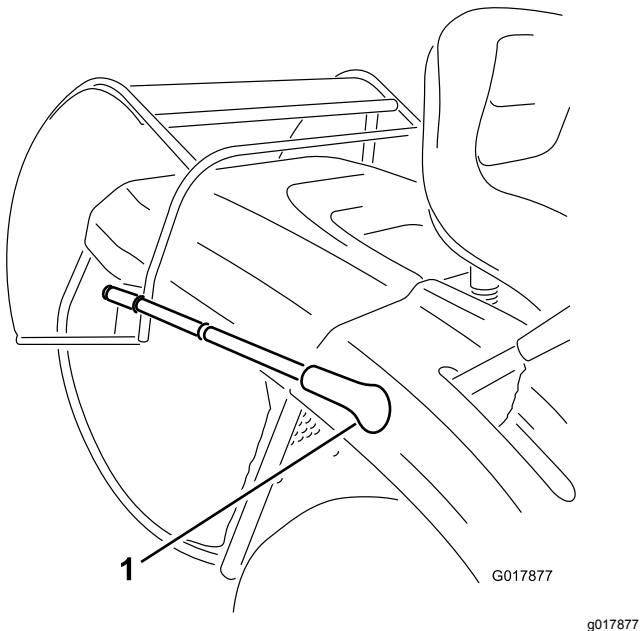
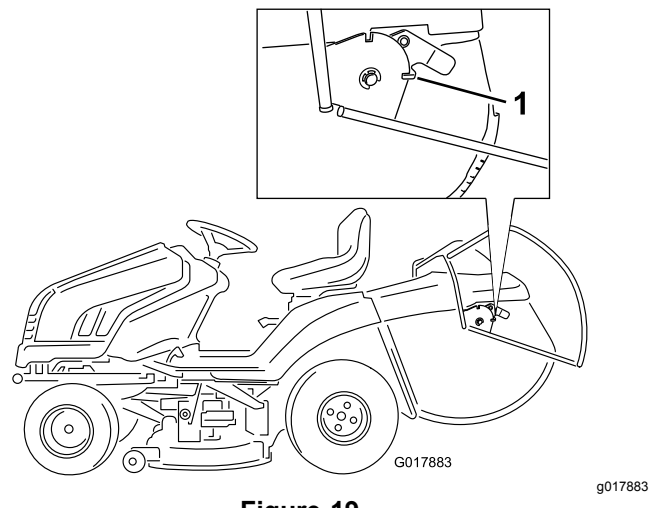

Figure 18
Figure 19
3. Tirez le levier de vidage du bac à herbe vers l'avant pour basculer le bac à herbe (Figure 18) jusqu'à ce que le verrou s'enclenche et bloque le bac à herbe en position ouverte (Figure 19).